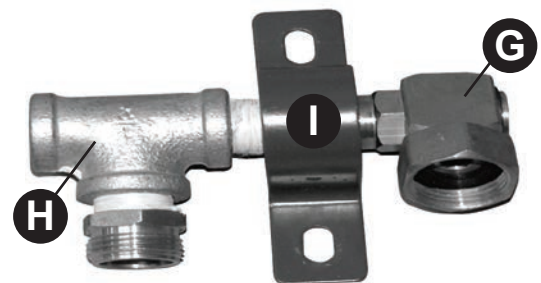

FIGURE 4
4. Insérez le pivot en laiton (**G**) dans le manchon en U (**I**) et vissez l'extrémité du pivot dans le té galvanisé (**H**). (**Voir la Figure 4**) À l'aide d'une clé, serrez le pivot dans le té galvanisé. Serrez bien, mais sans exagérer. Un serrage excessif pourrait causer des fuites. cause leakage.